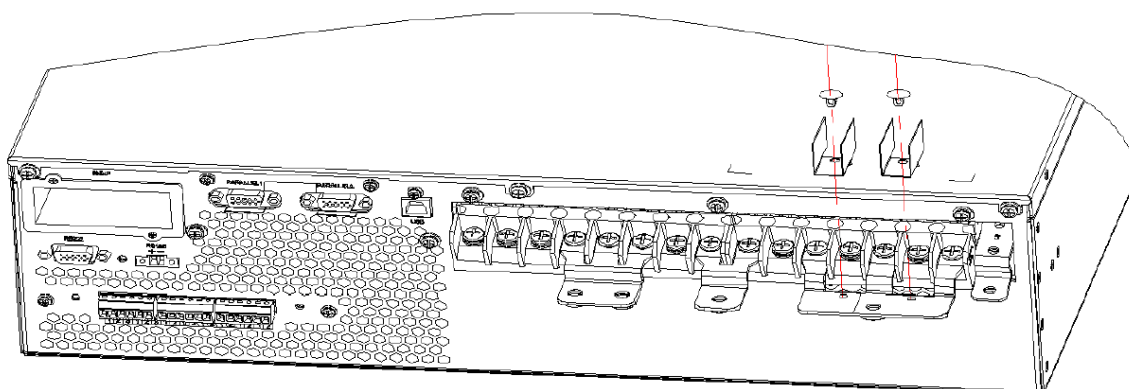
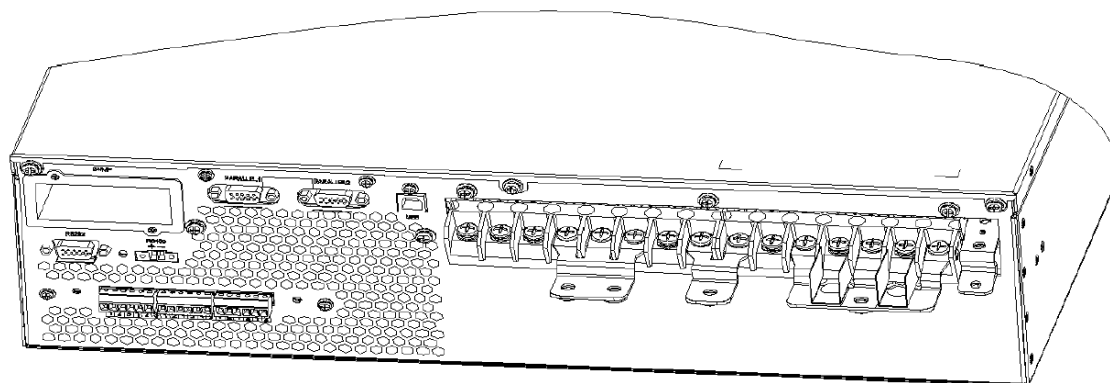

Рисунок 3-18. Установка изоляционной пленки
Рисунок 3-19. Фиксация изоляционной пленки
3. Установите изоляционную пленку (аксессуар) на медную перемычку No.5 (Рисунок 3-18), и зафиксируйте пластиковой заклепкой (Рисунок 3-19).